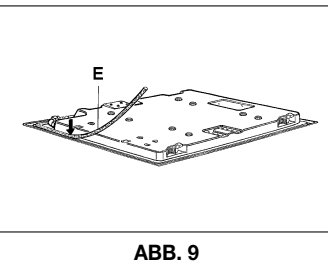

ABB. 9
- Drehen Sie das Kochfeld um und bringen Sie die Dichtung "E" (Abb. 9) korrekt unter dem Rand des Kochfelds an, so dass der äußere Rand der Dichtung perfekt mit dem äußeren Rand des Kochfelds abschließt. Die Enden der Streifen sind so zusammenzufügen, dass sie perfekt aneinander anschließen, ohne sich zu überlagern.